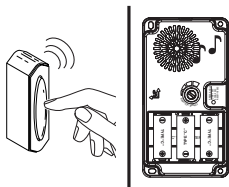

Figure 4
4. **Plage d'essai.** Positionnez temporairement le carillon et l'unité de bouton-poussoir à l'endroit où vous voulez les monter. Enfoncez le bouton-poussoir pour vous assurer que celui-ci et le carillon fonctionnent correctement (voir la Figure 4). Si le carillon ne retentit pas, consultez la section *Dépannage*.